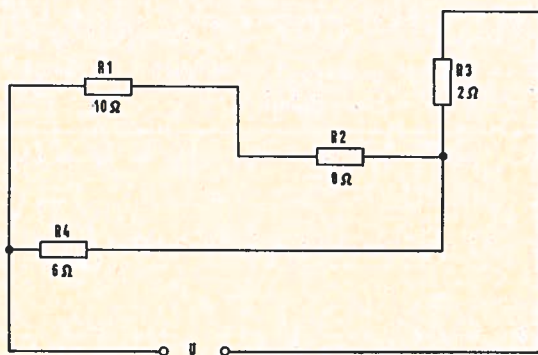

FIG. 1
21. Vier weerstanden zijn geschakeld als in fig. 1 gegeven. De spanning  $U_2$  aan de klemmen van  $R_2$  bedraagt  $8 \text{ V}$ .